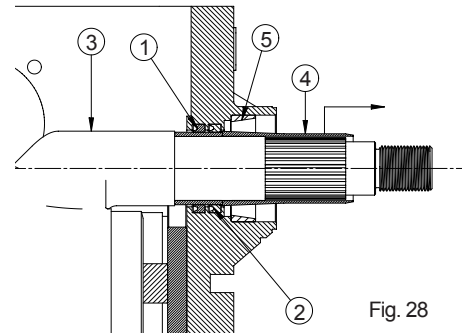

Fig. 28
Para salvaguardar las juntas (fig. 28, ref. 1-2) antes de montar la válvula en "S" (fig. 28, ref. 3), ponga el cono (fig. 28, ref. 4) en el eje dentado y, luego, monte la válvula en "S".
Antes de montar la parte móvil del cojinete (fig. 28, ref. 5), extraiga el cono (fig. 28, ref. 4) en la dirección de la flecha y monte todos los componentes de bloqueo de la válvula en "S".